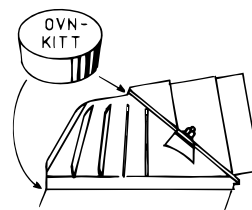

Fig. 2
Peisen leveres med røykstussen umontert. Etter ønske kan denne monteres for horisontalt (10° stigning) eller vertikalt røykuttak (se fig. 2 og 3).
**NB!** Husk ovnskitt ved monteringen! (Se fig. 2.) (2 stk. skruer M 6x30 - 2 stk. muttere M 6 - 2 stk. skiver M Ø 6x Ø 25 og 2 stk. skiver M Ø 6x Ø 12.)
**NB!** Falsk luft i sammenføyninger kan påvirke peisinnsetningens funksjon (Se fig. 2).